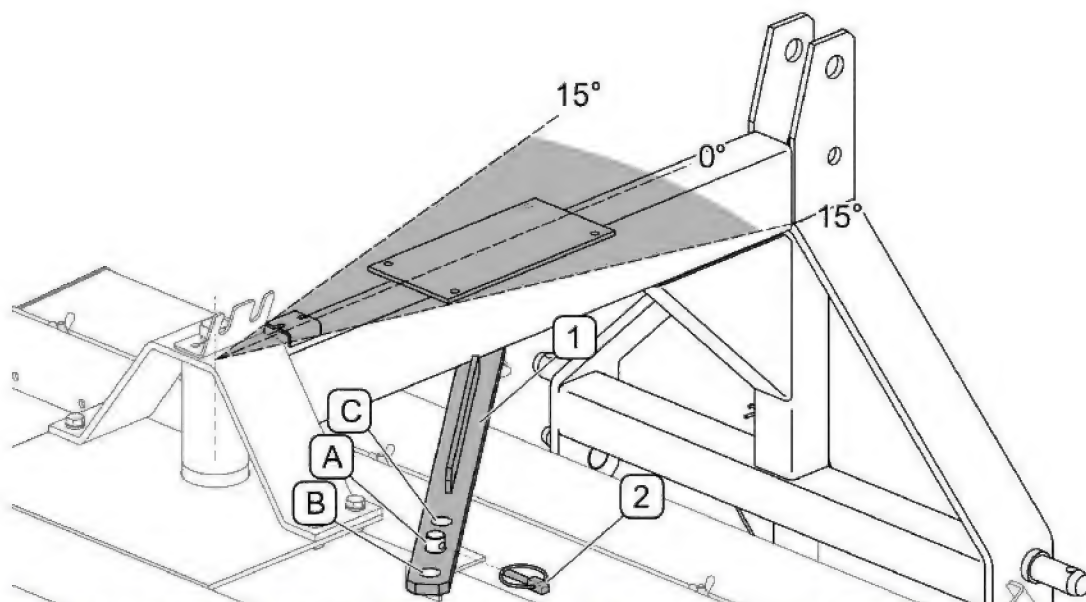

FIGURE 4.8A CHANGEMENT DE L'ANGLE DE TRAVAIL DU ROULEAU BALAYEUR
(1) - bande; (2) - goupille fendue; (A) - trou pour ajustement du braquage 0° ; (B) - trou pour ajustement du braquage à droite de 15° ; (C) - trou pour ajustement du braquage de 15°
Ajustement de l'angle de travail du rouleau balayeur (FIGURE 4.8A) doit être effectué en changeant la position de la broche dans un trou correspondant (A), (B), (C) de la bande(1). Fixation de la broche dans le trou (A) de la bande(1) est à appliquer pour le travail de la balayeuse avec le braquage de 0°. Il faut bloquer la position choisi avec de la goupille fendue (2). Les trous(B) et(C) sont utilisés pour le travail avec le braquage de 15° à droite ou à gauche. La position orientée de la balayeuse n'est à appliquer que pour le mode sans bac de ramassage des déchets.